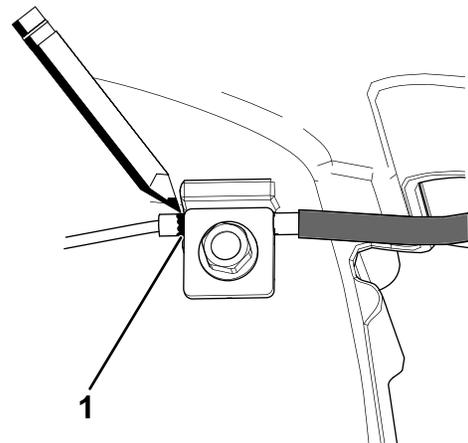
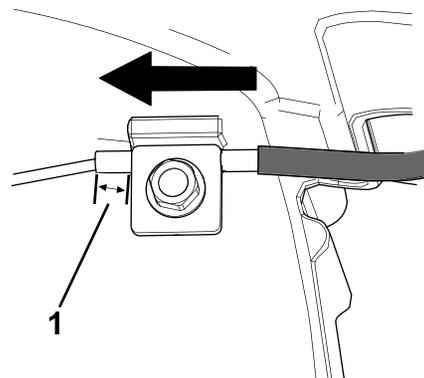

Figure 36
Figure 37
7. Marquez le câble de frein (Figure 36), puis ajustez la gaine jusqu'à obtention d'un mou de 8 mm (Figure 37).